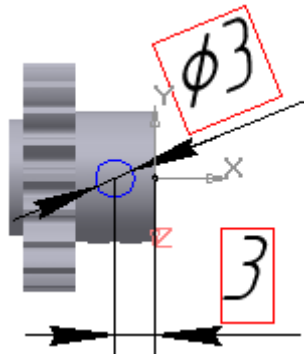

Рисунок 1.32 – Ескіз отвору під гвинт
22. Для отвору під гвинт виберіть площину **ZX** і побудуйте наступний ескіз (рис. 1.32):